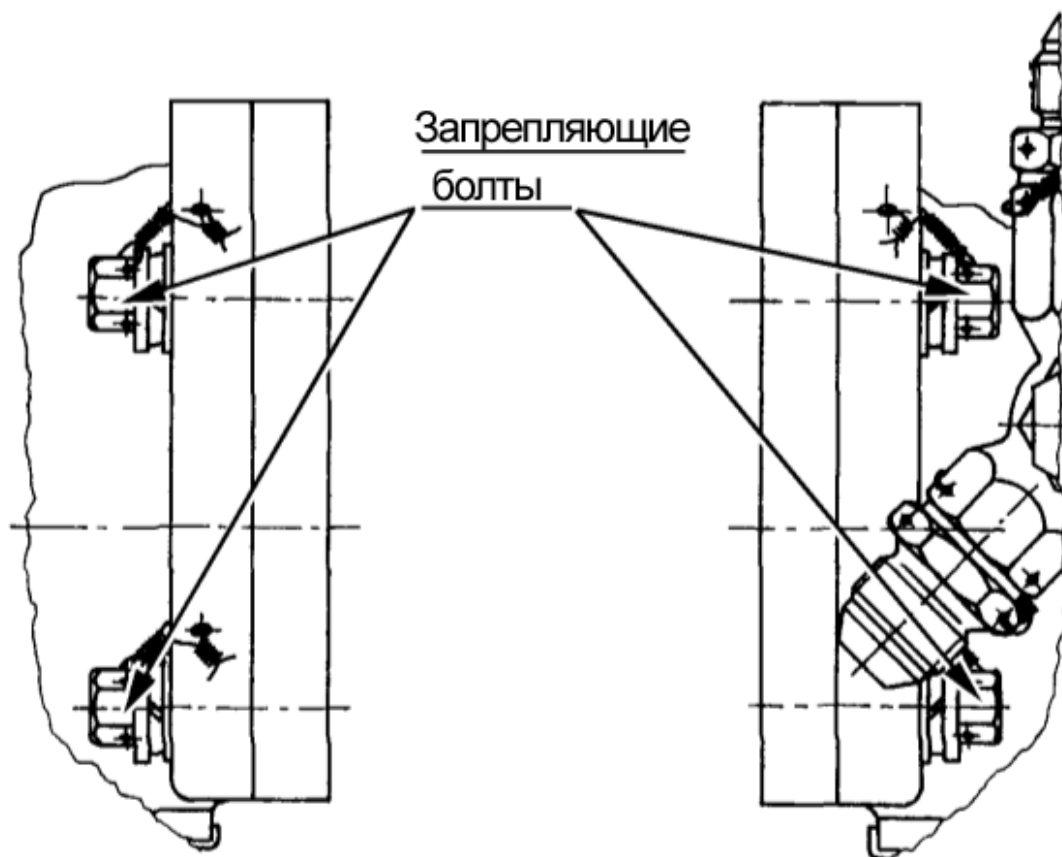

Рисунок 11-7 Закрепляющие болты регулятора
- (17) Используйте правильные и чистые прокладки. Установите регулятор на редуктор двигателя; зубчатые торсионы должны войти в привод в редукторе.
- (18) Прикрепите регулятор четырьмя болтами (Рисунок 11-7) соответствующим ключом. Пружинная шайба под головкой болта и другие шайбы вставлены в выемку в фланце регулятора выемкой вовнутрь. Зафиксируйте болты нержавеющей проволокой (Рисунок 11-7).
- (14) Используйте правильные и чистые прокладки. Установите регулятор на редуктор двигателя; зубчатые торсионы должны войти в привод в редукторе.
- (15) Прикрепите регулятор четырьмя болтами (Рисунок 11-7) соответствующим ключом. Пружинная шайба под головкой болта и другая шайба вставлена в выемку на фланце регулятора выемкой вовнутрь. Зафиксируйте не менее три болта нержавеющей проволокой (Рисунок 11-7)
- (16) Если винт не находится в положении флюгерирования, установите лопасти в положение флюгерирования таким образом, чтобы бета-кольцо прилегало к фланцу винта.